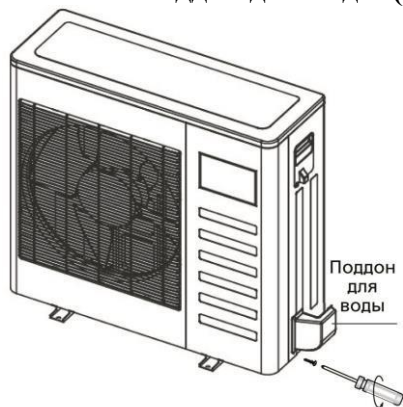

Fig.7-4
**Снимите поддон для воды (см. Рис. 7-4)**